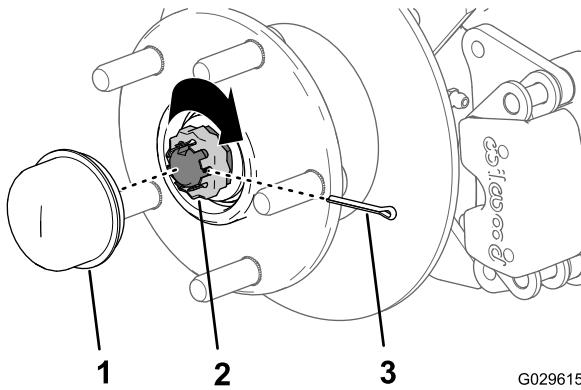

図 33
- ナットの上からリテーナを取り付け、リテーナのスロットとスピンドルのスロットが整列しているかどうか確かめる図 33。
- コッターピンを取り付け、ピンの足をリテーナに巻き付けるように曲げる図 33。
- ハブにダストキャップを取り付ける図 33。